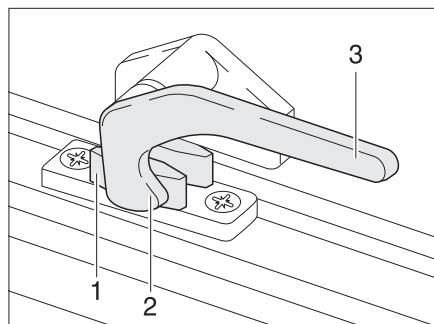

Bild 35 Verriegelungshebel in Stellung "geschlossen"
- Den Verriegelungshebel (Bild 35,3) eine viertel Umdrehung zur Fenstermitte hin drehen.
- Den Verriegelungshebel (Bild 35,3) eine viertel Umdrehung zum Fenster- rahmen hin drehen. Die Verriegelungsnase (Bild 35,2) liegt auf der Innenseite der Fensterverriegelung (Bild 35,1).
- in Stellung "fest verschlossen" (Bild 35)